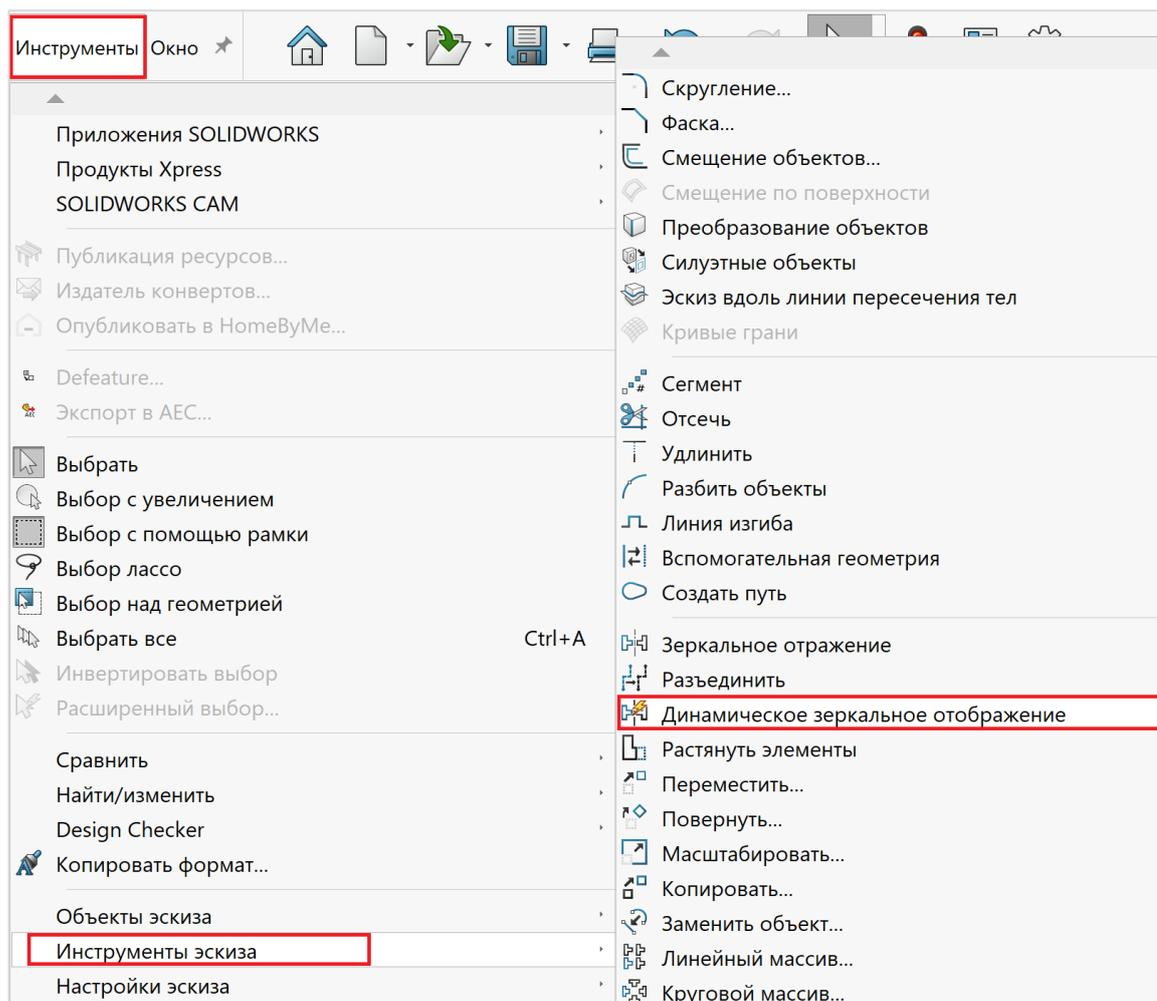

Рисунок 6.7 – Динамічне дзеркальне відображення
1. В головному меню обрати **Інструменти** > **Інструменти ескізу** > **Динамічне відображення ескізу** (рис. 6.7).